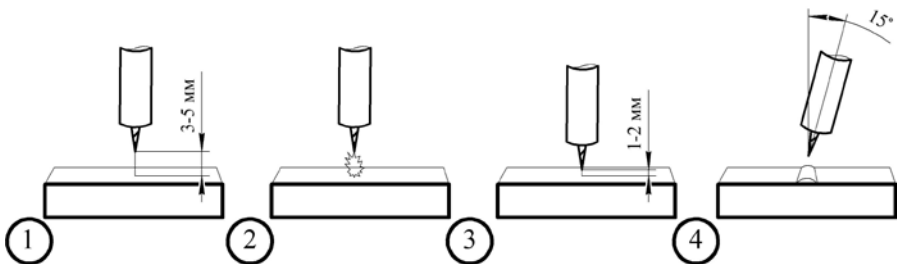

Рис.7.2. Высокочастотный поджиг дуги.
**Высокочастотный поджиг HF** – позволяет зажечь TIG дугу без касания к изделию. Главное преимущество в том, что при зажигании дуги в основном металле не остается вольфрамовых включений (См. рис. 7.2).